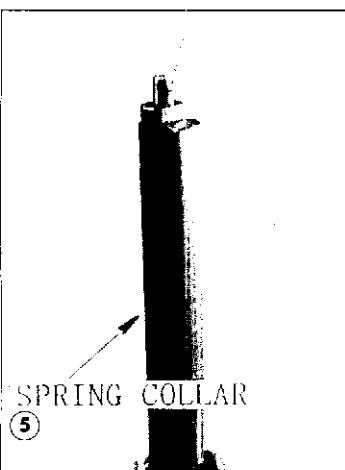

Fig. 10
- 17) Introduzca en la tuerca de fijación un alambre de por lo menos 600 mm de longitud a fin de poder levantar la barra del pistón (Fig. 10).